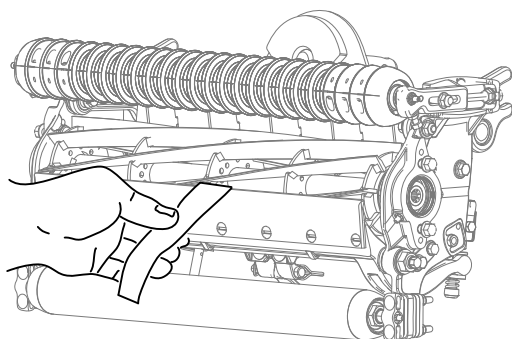

図 16
2. 切れ味確認用のペーパーToro P/N 125-5610を一枚、リールと下刃との間に、下刃に対して直角になるように差し入れて、カッティングユニットの切れ味をテストする **図 16**。ゆっくりとリールを回転させるこれで紙が切れれば合格である。